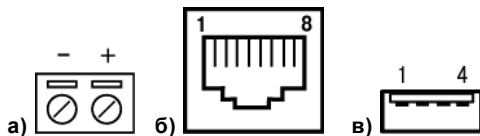

Рисунок 3.2 – Вид разъемов: разъем питания (а), Ethernet порт (б), разъем USB (в)
- разъем питания постоянного тока (см. рисунок 3.2, а);
- соединитель интерфейса Ethernet типа 8P8C (RJ45) (см. рисунок 3.2, б). Монтаж контактов порта Ethernet приведен в таблице 3.1;
- два высокоскоростных USB 2.0 порта (см. рисунок 3.2, в); которые могут использоваться для подключения USB flash накопителей (mass storage device).